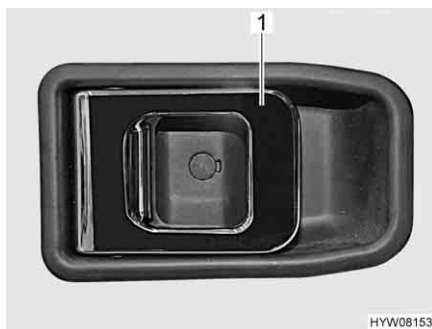

Fig. 49 Serratura della porta (porta conducente/porta di ingresso, lato interno)
- Apertura:** ■ Tirare la maniglia (Fig. 49,1). La serratura della porta si sblocca o apre.
- Bloccaggio:** ■ Premere la maniglia (Fig. 49,1). La serratura della porta si blocca.